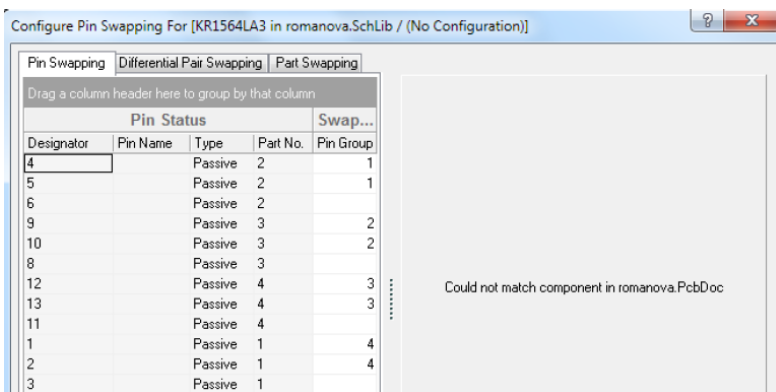

Рис. 12. Эквивалентность выводов МС КР1564ЛА3
11. Задать эквивалентность выводов и ячеек, выбрав Tools>>Configure Pin Swapping. Выделить в списке компонент KR1564LA3 и нажать кнопку Configure Component. В закладке Pin Swapping задать эквивалентность входов (в различных вентилях должны быть разные цифры), см. Рис. 12. В